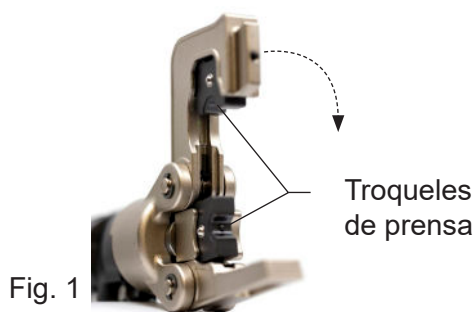

Fig. 1
1. Seleccione la combinación correcta de troqueles. Abra la mordaza articulada, coloque el tornillo de posicionamiento (imagen 3) en la posición correcta e inserte el juego de troqueles en el cabezal de prensado. Cierre la presilla de sujeción 4, consulte la Fig. 1.